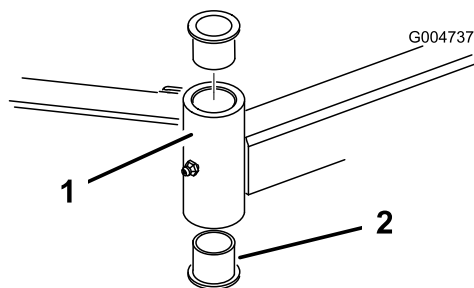

Figura 25
4. Inserite un punteruolo nella parte superiore o inferiore del tubo di fissaggio, e spingete la boccola fuori del tubo (Figura 25). Estraete dal tubo anche l'altra boccola. Pulite l'interno dei tubi di fissaggio.